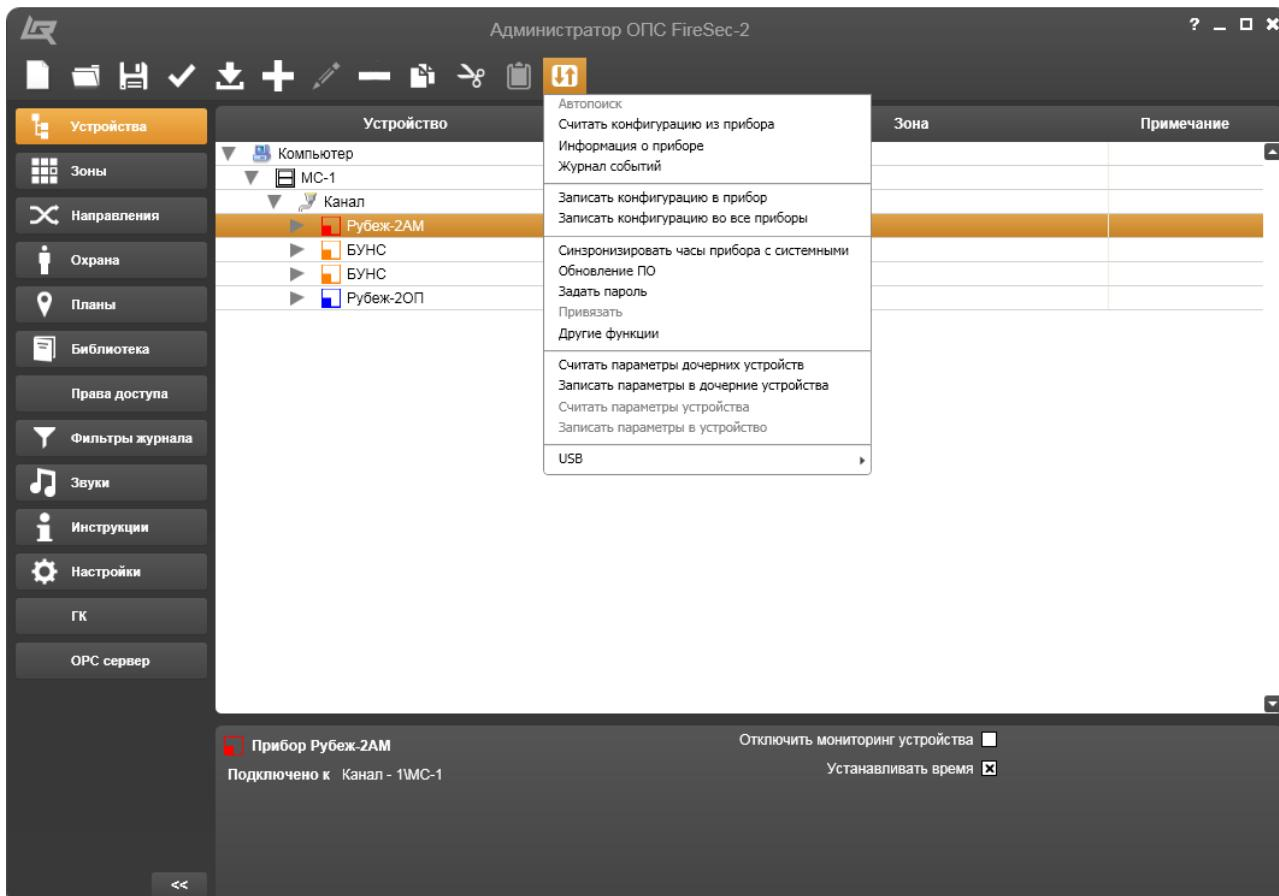

Рисунок 14.3.17 – Контекстное меню кнопки Устройство панели инструментов
Если после редактирования окна **Параметры устройства: УОО-ТЛ** есть необходимость немедленно записать изменения настроек в устройство, то после щелчка на кнопке **Ok** необходимо щелчком на кнопке **Устройство** панели инструментов вызвать контекстное меню, выбрать опцию **Записать конфигурацию в устройство** (Рисунок 14.3.17).
– кнопка **Устройство** дает возможность обратиться к физическому устройству, которое находится в системе на объекте монтажа по адресу, выделенному в рабочей области. Щелчок на этой кнопке обеспечивает доступ к контекстному меню (Рисунок 14.3.17), в котором активность той или иной функции зависит от выделенного устройства в рабочей области.